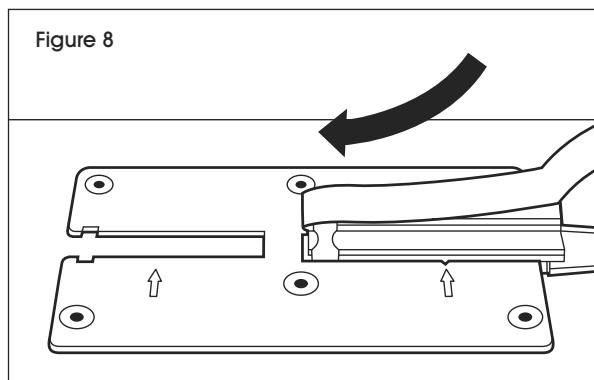

Figure 8
8. Encluez la buse de droite en place sur la plaque de buse blanche. Un déclic audible confirmera que la buse est bien en place. (Voir Figure 8)